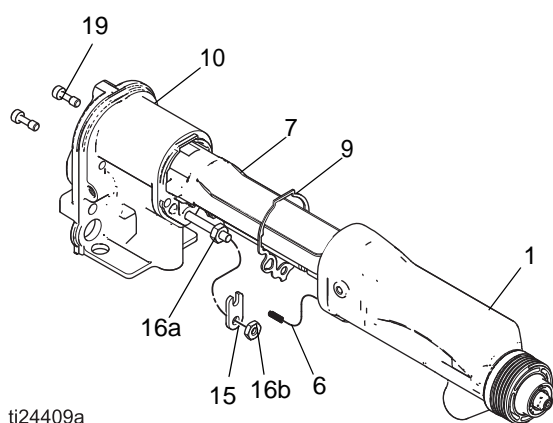

Fig. 36. Montaż bębna
Patrz FIGURE 36
3. Poluzować dwie śruby (19). Patrz FIGURE 36.
4. Przytrzymać korpus pistoletu (10) jedną ręką i prostym ruchem zdjąć bęben (1) z korpusu. Patrz FIGURE 36.